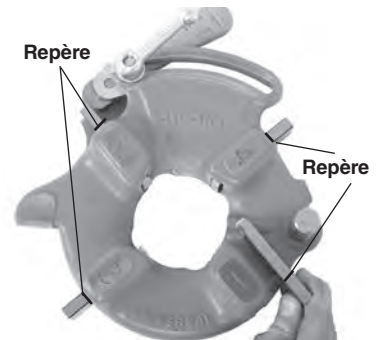

Figure 8 – Insertion des filières
4. Dégagez la languette de la rondelle de la barre graduée, puis amenez la rondelle jusqu'en fin de course (Figure 8).
6. Insérez les filières appropriées dans la tête de filière avec leur chiffre en haut jusqu'à ce que leur repère arrive à fleur de la tête (Figure 8). Les chiffres estampés sur les filières doivent correspondre à ceux des logements de la tête. Les filières doivent toujours être remplacées au complet. Ne jamais mélanger des filières issues de différent jeux.